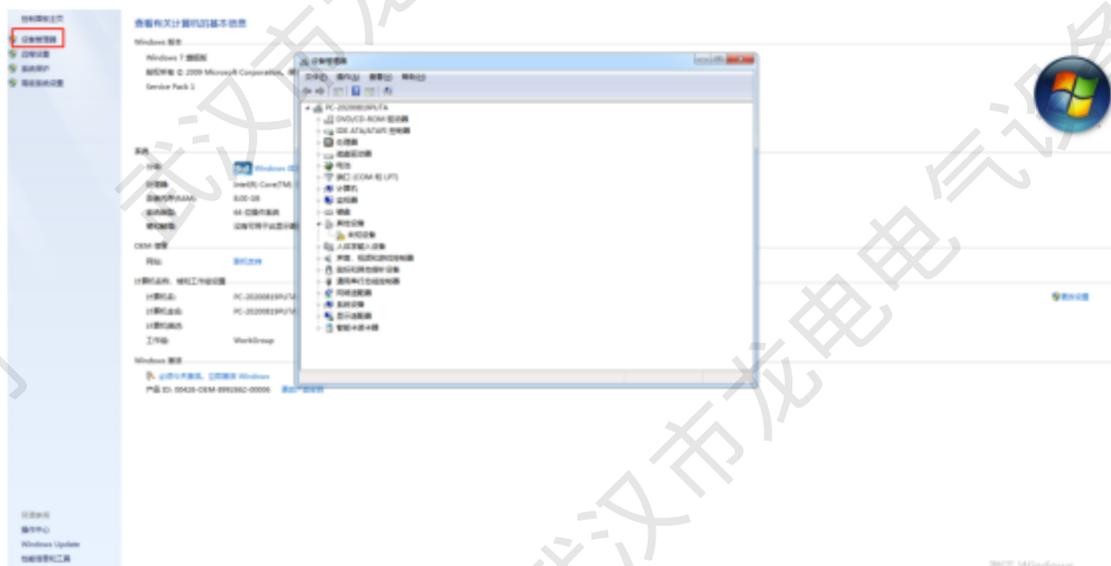

图 1-8
1、首先按照以下步骤，打开电脑的“控制面板”选择“设备管理器”就会出现如图 1-8 的界面；